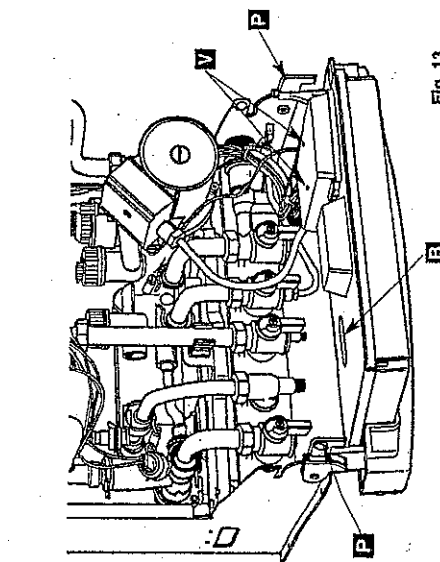

Fig. 13
- dévisser les deux vis V (fig.13) de fixation du capot de protection, ôter le capot.